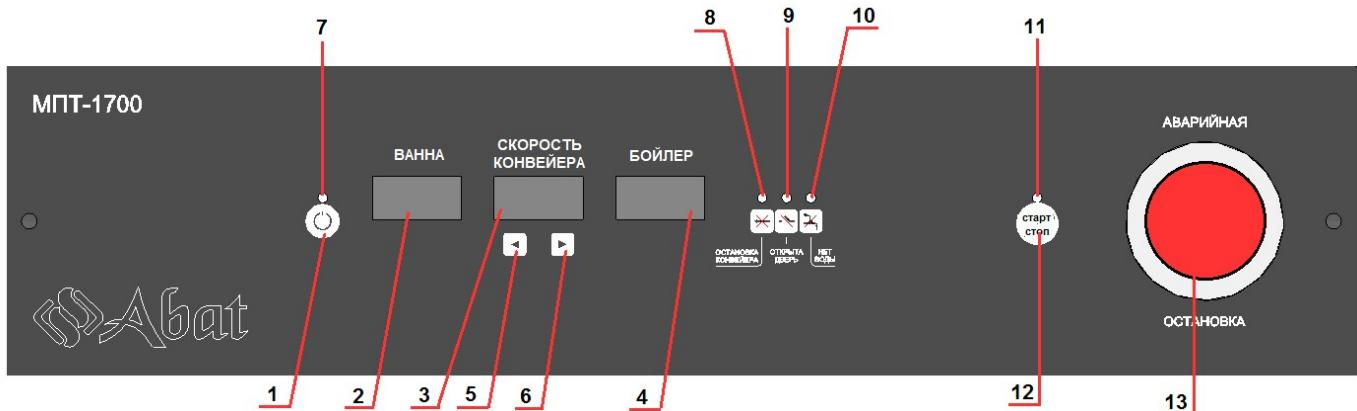

Рис. 2.1 Панель управления машин МПТ-1700, 1700л, 1700-01, 1700-01л
На крыше машины установлены панель управления (рис. 2.1, 2.2 и рис. 3.1-3.6, поз. 1), теплообменник (только в МПТ-1700-01, 1700-01л, 2000, 2000л) (рис. 3.3-3.6, поз. 38) и модуль сушки (только в МПТ-2000, 2000л) (рис. 3.5, 3.6, поз. 39).
- семисегментный индикатор «Ванна» (рис. 2.1, 2.2, поз. 2) (далее по тексту – индикатор «Ванна»). Во время работы отображается текущая температура «Ванна»;
- семисегментный индикатор «Скорость конвейера» (рис. 2.1, 2.2, поз. 3) (далее по тексту – индикатор «Скорость конвейера»). Во время работы отображается выбранная скорость конвейера;
- семисегментный индикатор «Бойлер» (рис. 2.1, 2.2, поз. 4) (далее по тексту – индикатор «Бойлер»). Во время работы отображается текущая температура «Бойлера».
- единичный светодиод кнопки «Сеть» (рис. 2.1, 2.2, поз. 7). Светодиод зажигается при подаче напряжения на машину. После выхода машины из «дежурного» режима светодиод гаснет.
- единичный светодиод «Остановка конвейера» (рис. 2.1, 2.2, поз. 8). Светодиод зажигается при достижении кассеты датчика остановки конвейера (рис. 3.1-3.6, поз. 35);
- единичный светодиод «Открыта дверь» (рис. 2.1, 2.2, поз. 9). Светодиод зажигается при открывании двери;
- единичный светодиод «Нет воды» (рис. 2.1, 2.2, поз. 10). Светодиод зажигается при отсутствии воды в бойлере и/или ванне;
- единичный светодиод «Старт/Стоп» (рис. 2.1, 2.2, поз. 11). Светодиод зажигается при запуске машины в работу;
- единичный светодиод «Сушка» (рис. 2.1, 2.2, поз. 14). Светодиод зажигается при включении вентилятора и ТЭНов сушки;
- кнопка «Вкл/Откл» (рис. 2.1, 2.2, поз. 1) – для включения и выключения машины в работу;
- кнопка «Меньше» (рис. 2.1, 2.2, поз. 5) и кнопка «Больше» (рис. 2.1, 2.2, поз. 6).
- кнопка «Старт/Стоп» (рис. 2.1, 2.2, поз. 12) – для запуска машины в работу;
- кнопка «Аварийная остановка» (рис. 2.1, 2.2, поз. 13) – для экстренного останова машины;
- кнопка «Сушка» (рис. 2.1, 2.2, поз. 15) служит для включения вентилятора и ТЭНов сушки.
Одновременно с началом заполнения ванны и бойлера водой на панели управления машины включается светодиод «Нет воды» (рис. 2.1, 2.2, поз. 10).
на панели управления над символом зажигается светодиод «Открыта дверь» (рис. 2.1, 2.2, поз. 9) - залив воды в ванну через бойлер (ополаскивающие разбрзгиватели) приостанавливается, при этом залив воды в ванну через гусак – не прекращается. После закрытия двери(ей) залив воды в ванну через бойлер продолжается.